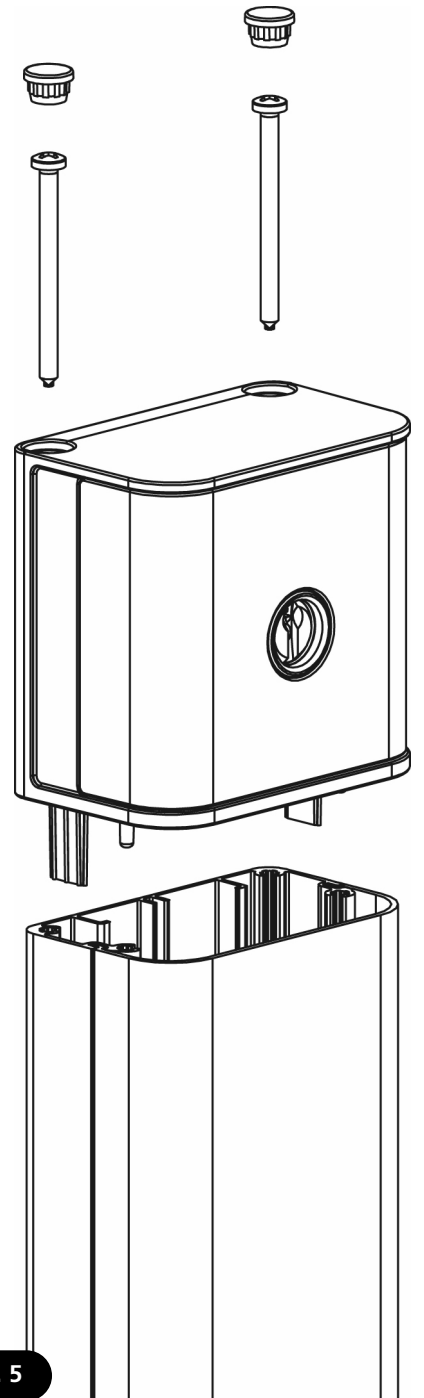

Fig. 5
11. Posizionare il dispositivo sopra la colonna, fissarlo utilizzando le viti in dotazione e inserire i due tappini (Fig. 5).